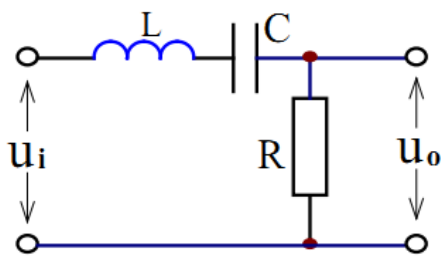
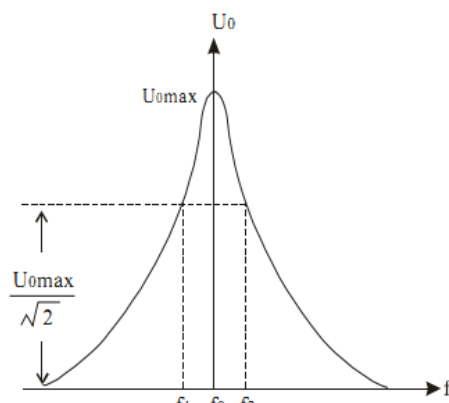

图 7-1
图 7-2
1. 在图 7-1 所示的 R、L、C 串联电路中，当正弦交流信号源的频率  $f$  改变时，电路中的感抗、容抗随之而变，电路中的电流也随  $f$  而变。取电阻  $R$  上的电压  $U_0$  作为响应，当输入电压  $U_i$  的幅值维持不变时，在不同频率的信号激励下，测出  $U_0$  之值，然后以  $f$  为横坐标，以  $U_0/U_i$  为纵坐标（因  $U_i$  不变，故也可直接以  $U_0$  为纵坐标），绘出光滑的曲线，此即为幅频特性曲线，亦称谐振曲线，如图 7-2 所示。